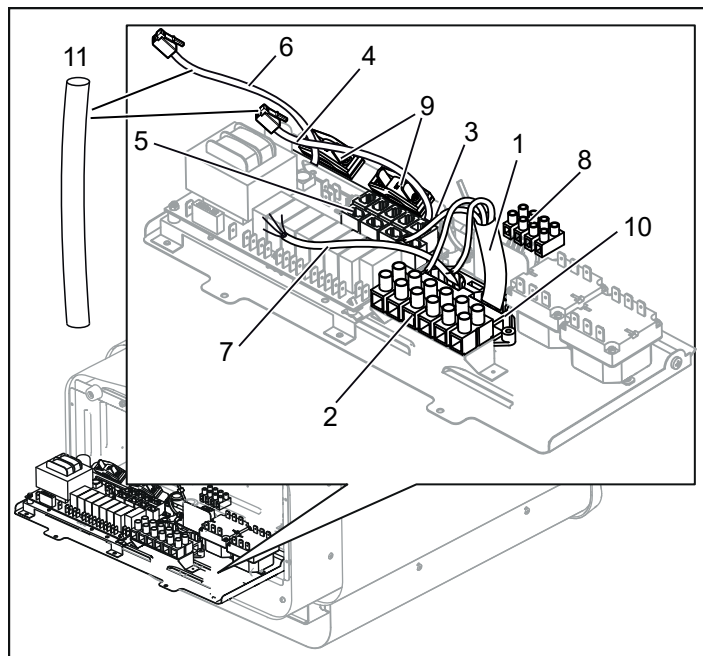
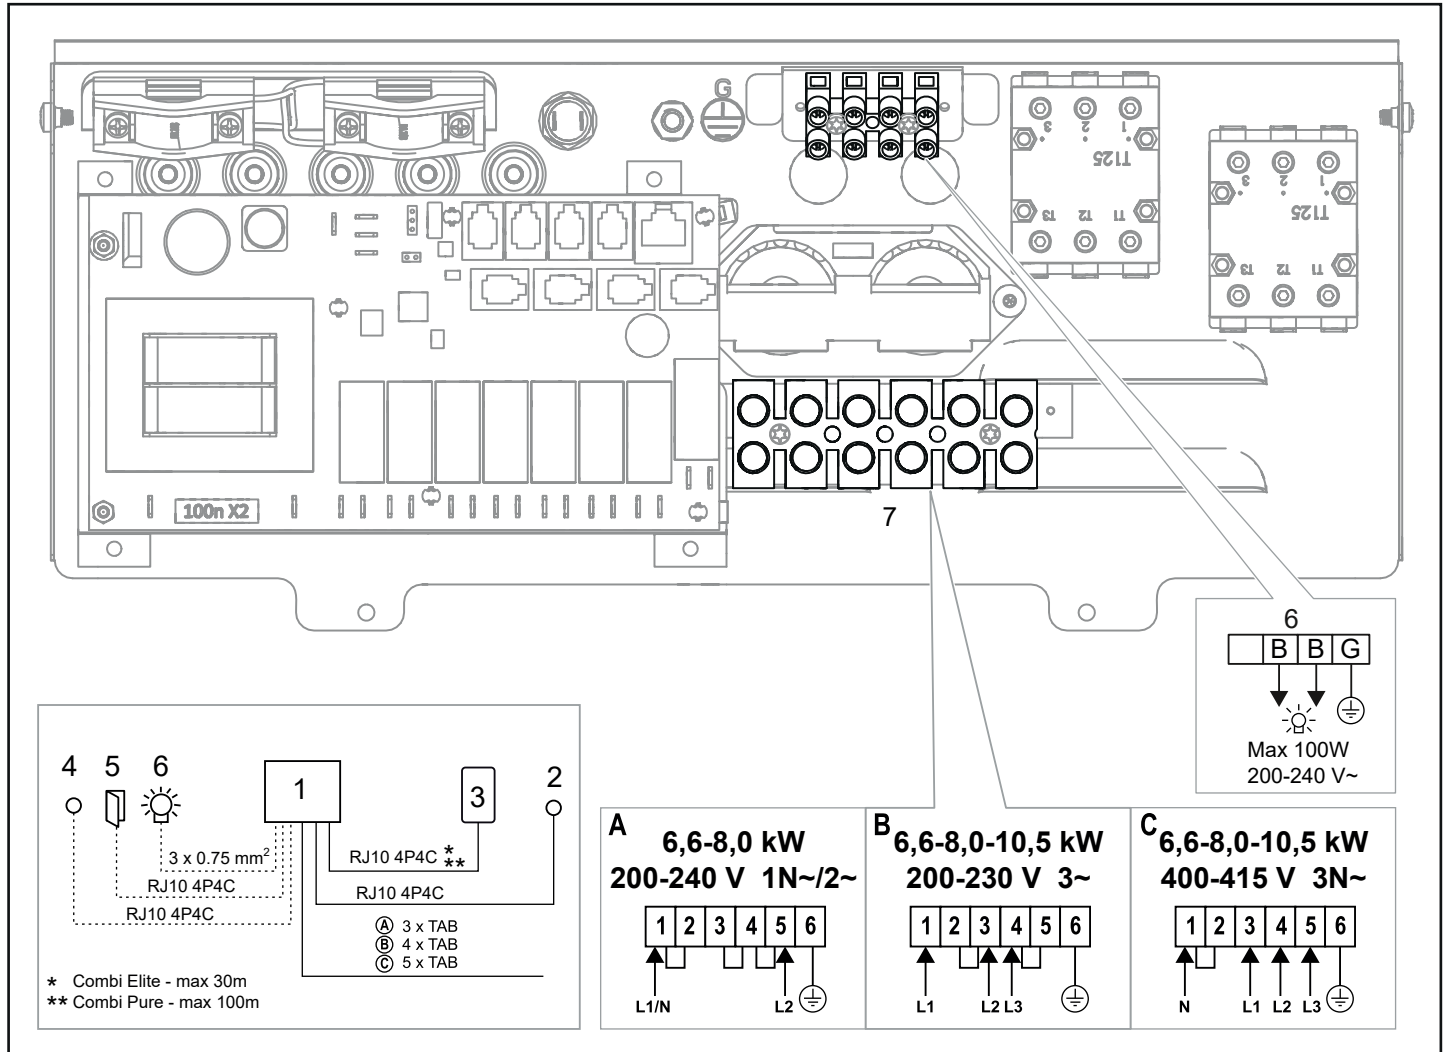
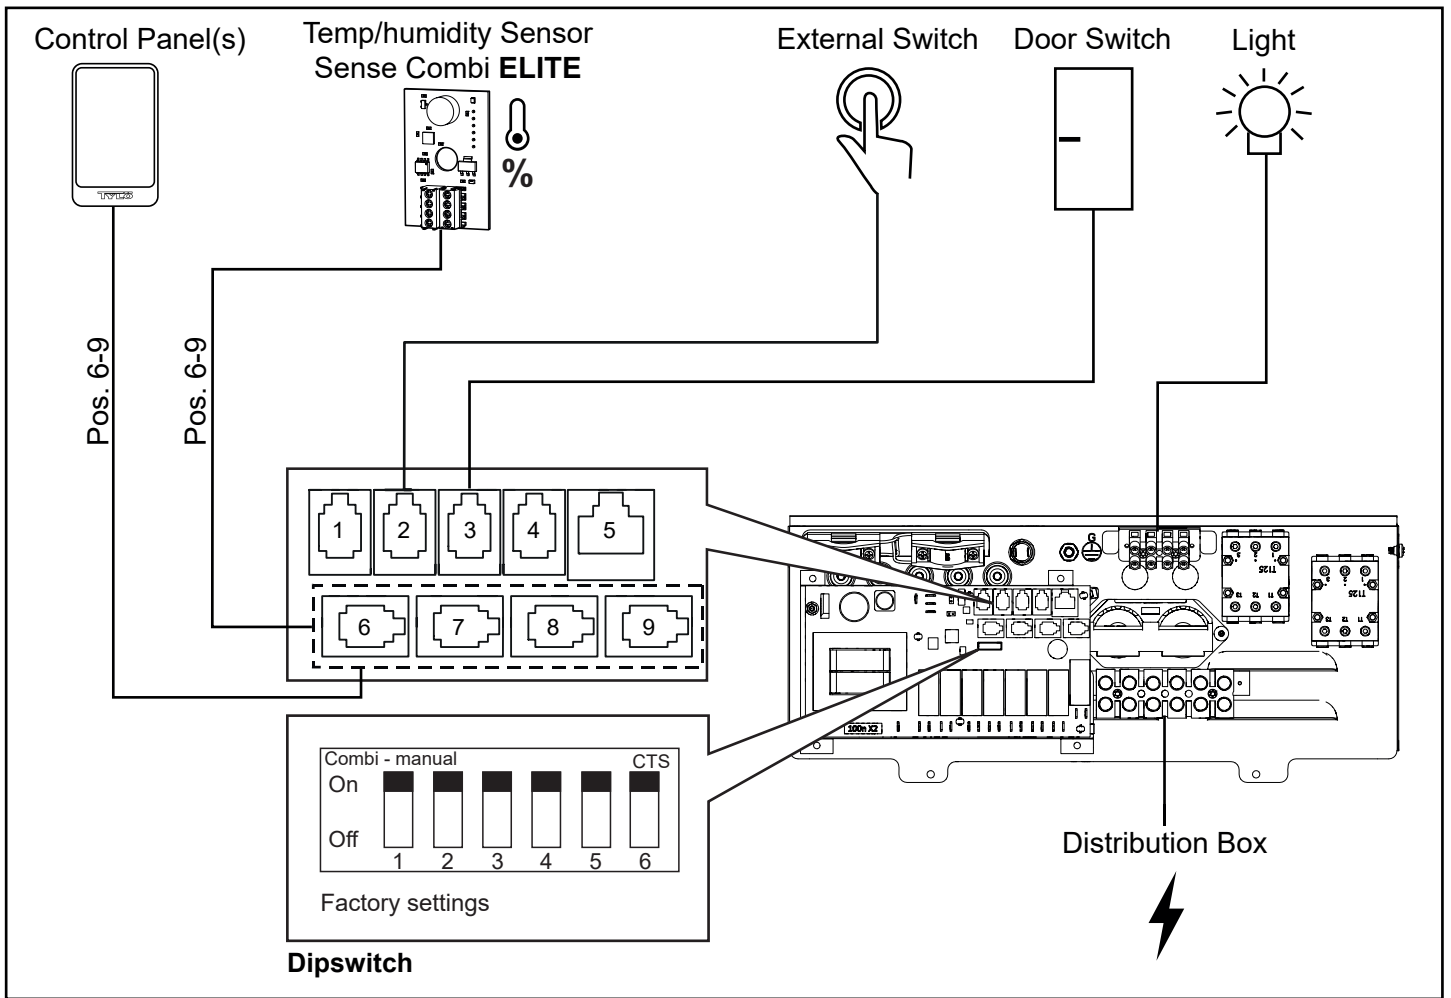

Figure 10 : Circuit imprimé
Figure 17 : Schéma de branchement
Figure 19. Schéma d'installation Sense Combi Elite
- Raccordez le câble électrique (voir figure 10), en suivant le schéma de raccordement (voir figure 17).
- Acheminez les câbles du panneau de commande et de la sonde de température à travers les passe-câbles (voir figure 10). Raccordez le câble du panneau de commande à l'un des quatre connecteurs RS485 (positions 6-9) (voir figure 19, 20).
**Combi Elite** : Raccordez le câble des sondes d'humidité et de température à l'un des quatre connecteurs RS485 (pos. 6-9), (voir figure 19).
- Raccordez, le cas échéant, le câble de l'éclairage (voir figure 10) en suivant le schéma de raccordement (figure 17).
Pour un raccordement à d'autres tensions ou d'autres nombres de phases ne figurant pas sur le schéma de raccordement (figure 17), contactez le service de maintenance Tylö.